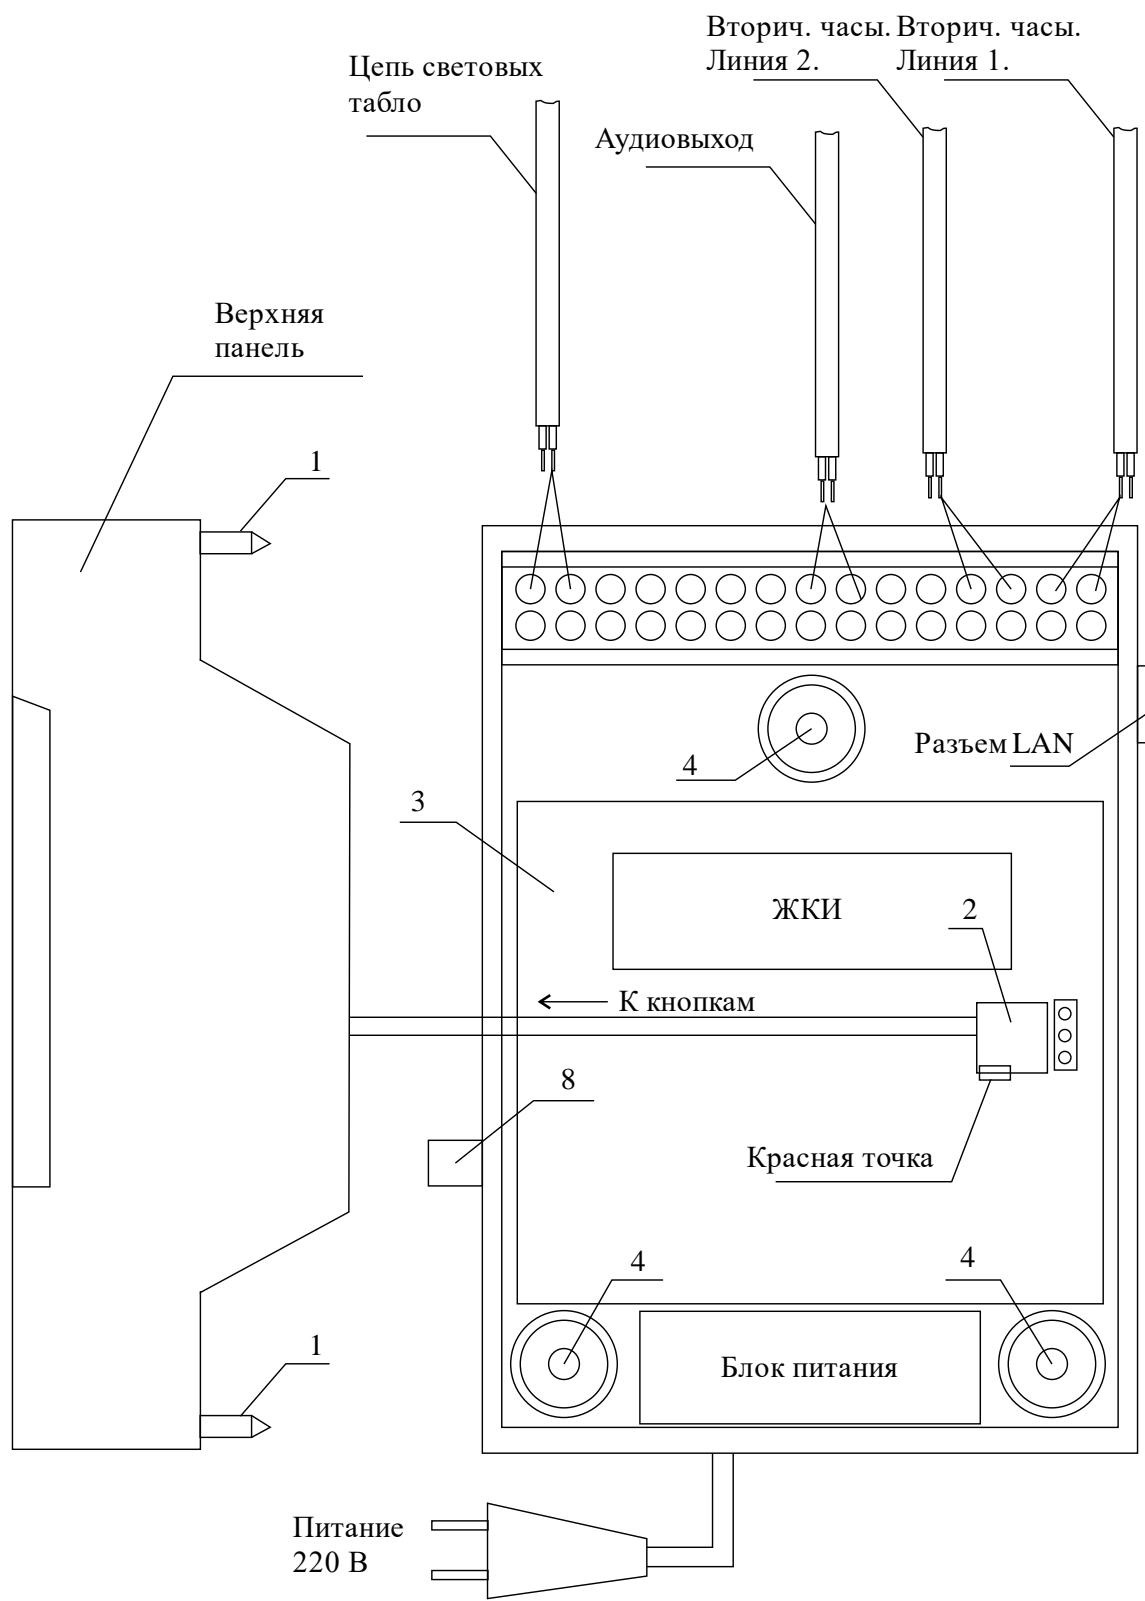

Рис. 1
4.1. Выверните четыре винта 1, расположенных на верхней панели ЧС (см. Рис.1). Снимите верхнюю панель и отсоедините разъем 2, соединяющий кнопки с печатной платой 3.
4.4. Подсоедините линии вторичных часов и кабель от линейного входа усилителя к клеммной колодке станции как показано на рис.1. Полярность подключения кабелей часовых линий произвольна; при подключении кабеля линейного входа усилителя экран или общий провод этого кабеля подключить экрану кабеля, приходящего к клеммам от печатной платы станции.
4.5. Подсоедините кабель цепи включения светового табло как показано на рис. 1 и рис. 2. В соответствии с рисунком для питания светового табло должно использоваться внешнее напряжение 220 В. Внимание! Ток управления световыми табло ограничен (см. п. 2.14)